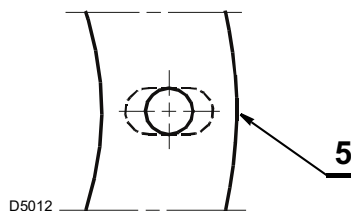

Abb. 10
- Falls erforderlich die Bohrungen der Isolierdichtung 5)(Abb. 10) verbreitern, aber Vorsicht, nicht beschädigen.